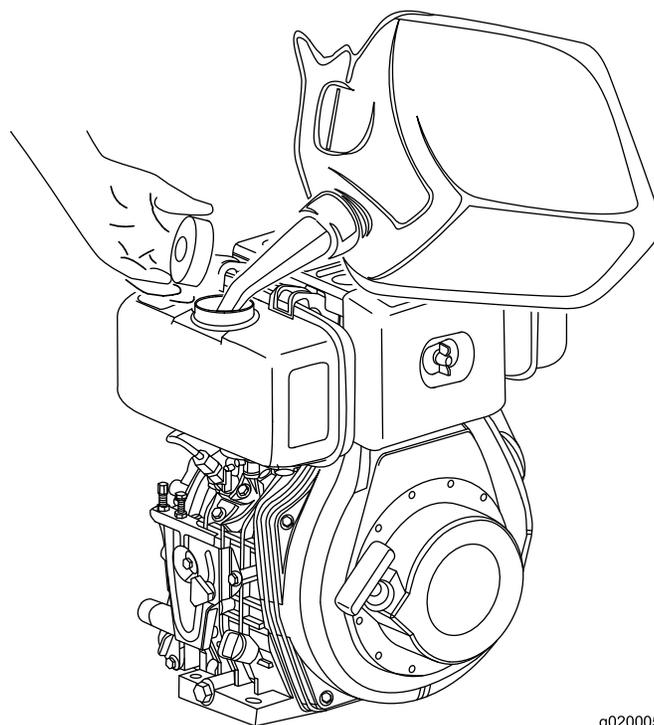

Figure 22
3. Ajoutez du carburant dans le réservoir jusqu'à ce qu'il arrive au niveau de l'anneau rouge (Figure 22).